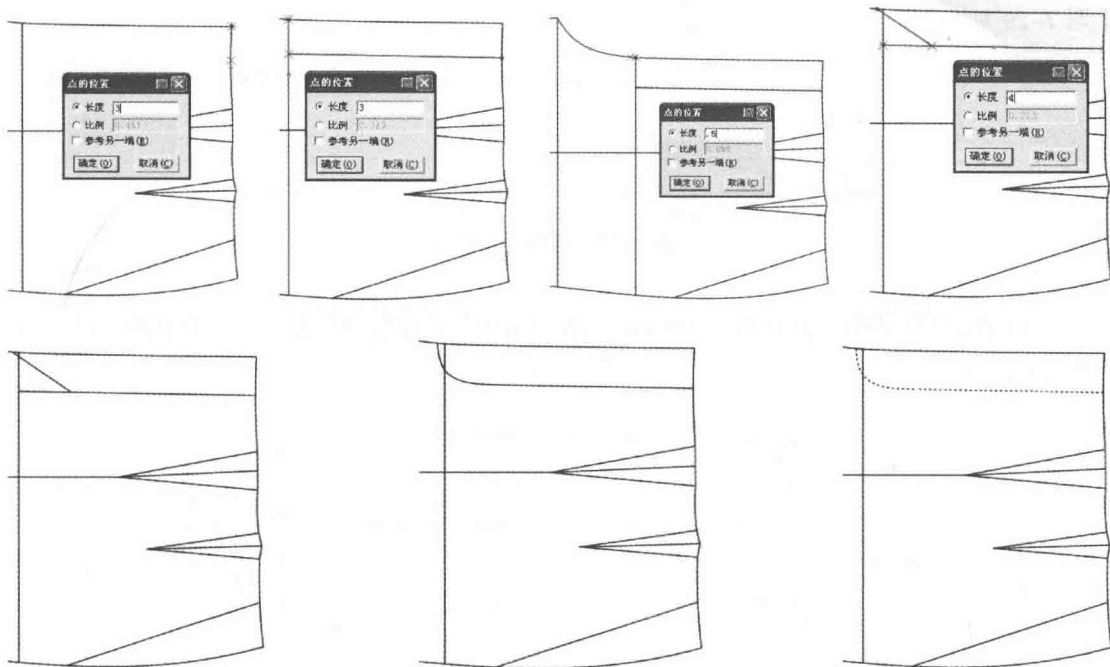

图 7-25 画门襟线
(23) 绘制前门襟。
①选择 【智能笔】工具绘制前门襟。并用 【调整】工具将前门襟线调顺畅（图 7-25）。